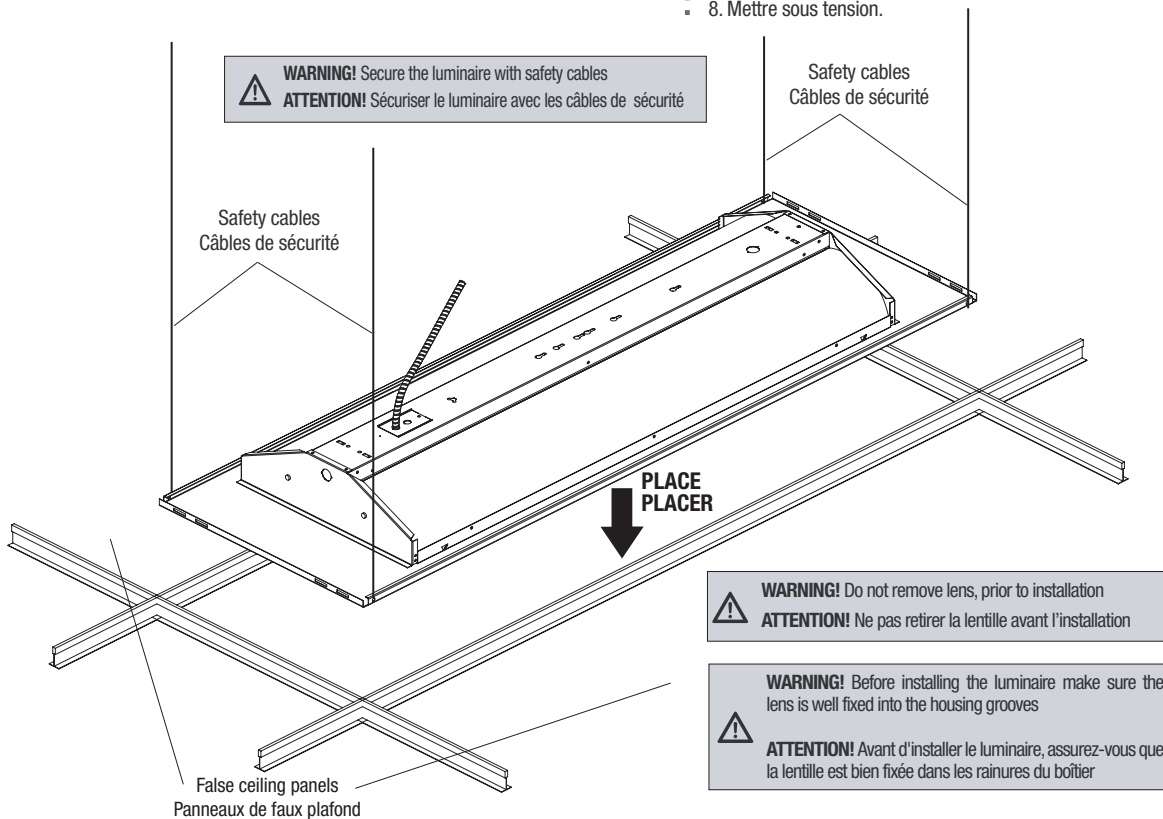

Fig. 1
2. Angle the fixture into the required opening and place it onto the suspended T-bars grid ceiling (Fig. 1).
7. Secure the luminaire with the four safety cables (not included) as shown in Fig. 1. Attach strongly one end of each safety cable to the luminaire and the other end to the ceiling structure.
2. Incliner le luminaire dans l'ouverture prévue dans le plafond et le placer de façon à ce qu'il s'emboîte sur la grille des barres en "T" inversé dans le plafond (Fig. 1).
7. Sécuriser le luminaire avec les quatre câbles de sécurité (non fournis) comme indiqué sur la Fig. 1. Fixer fermement une extrémité de chaque câble de sécurité au luminaire et l'autre extrémité à la structure du plafond.